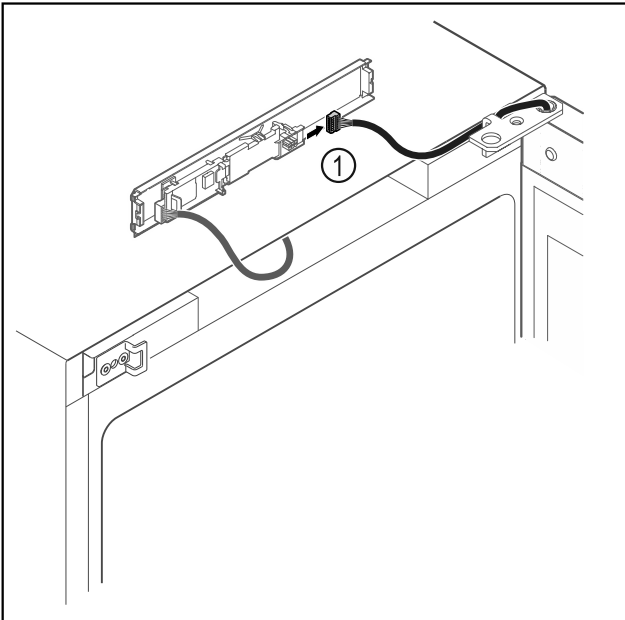

Fig. 14
- ▶ Αποσυνδέστε το φιλς Fig. 14 (1) από την πλακέτα.